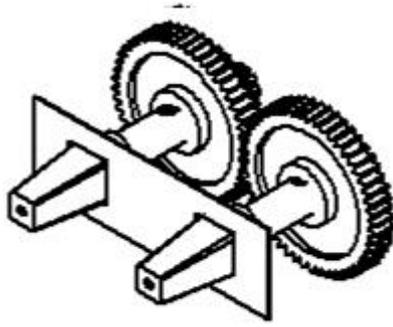

Abbildung 1
- B. Verwenden Sie zwei quadratische Lochschablonen, um die oberen zwei der vier Eckwinkelwellenparallelen zu fixieren (Abbildung 1), und installieren Sie dann zwei große Stirnräder